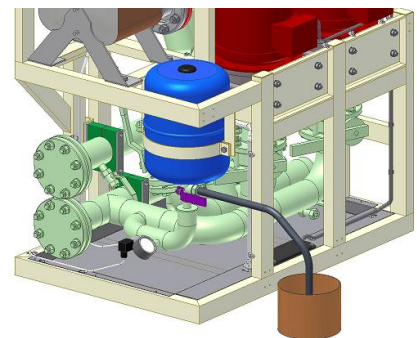

Рис. 6.2-7
3. Поверните рычаг (обозначенный фиолетовым цветом на рис. 6.2-7) крана V160 на 90° так, чтобы он указывал в вашу сторону. Теперь первичный контур закрыт и, следовательно, выльется только жидкость из расширительной емкости. (В конце штока нанесена маркировка, позволяющая вам правильно расположить 3-ходовой клапан. Эта маркировка показывает направление открытого потока.)